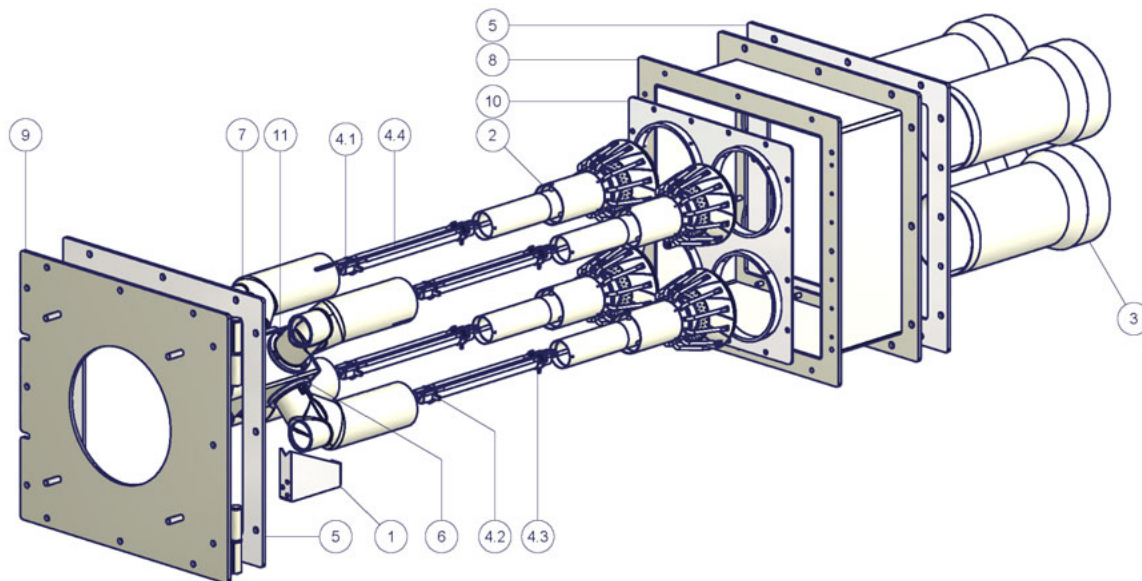
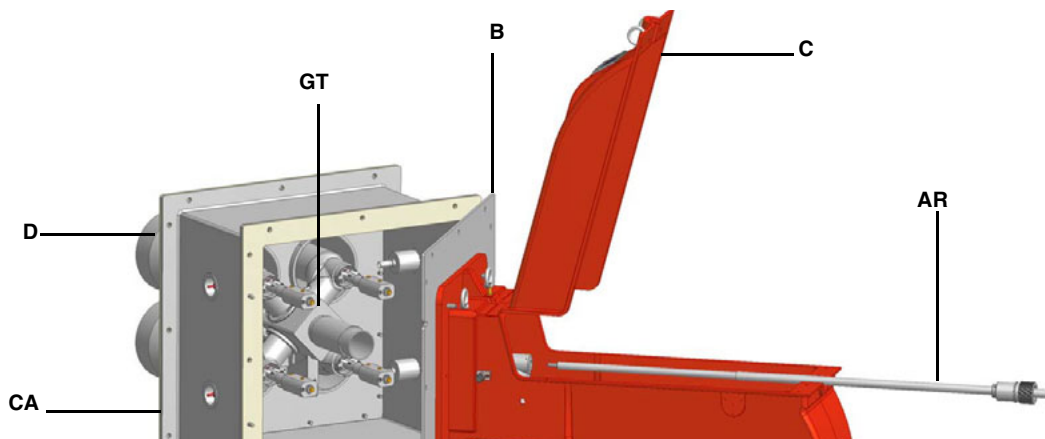

Рис. 8
Рис. 9
- Демонтировать, проверить и почистить голову сгорания (см. Рис. 8).
- Проверить запальные электроды, почистить, отрегулировать и, при необходимости, заменить (см. Рис. 8 - Рис. 9).
ВНИМАНИЕ: если во время обслуживания горелки понадобится разобрать газовую рампу, снять с нее компоненты, не забудьте впоследствии, установив их обратно на место, произвести тест на герметичность, согласно требований действующих нормативов! Демонтируйте, проверьте и почистьте головку сгорания (см. Рис. 8).
- 1 открутить 4 крепежных винта, которые крепят крышку **C** к остальной части горелки: снять крышку (см. Рис. 9)